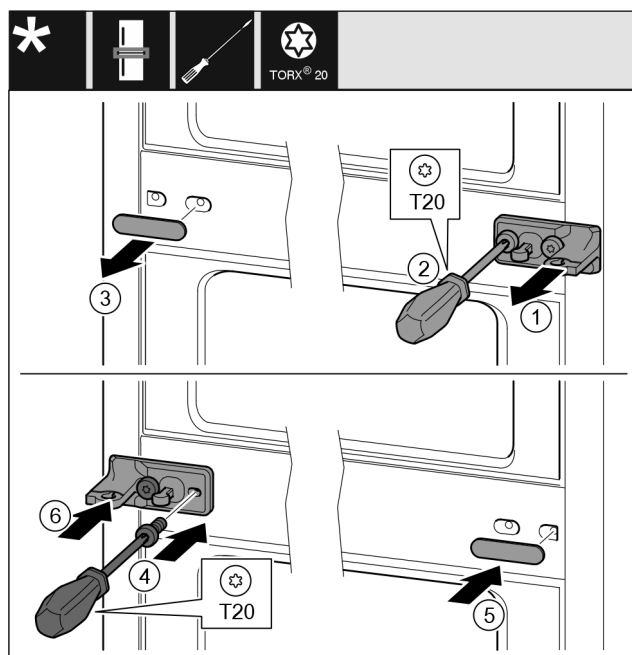

Fig. 33
- Schijf eraf trekken. Fig. 33 (1)
- Schroeven met schroevendraaier T20 eruit draaien. Fig. 33 (2)
- Afdekking voorzichtig eraf trekken. Fig. 33 (3)
- Lagerbus met folie 180° gedraaid op de andere kant vastschroeven. Fig. 33 (4)
- Afdekking 180° gedraaid op de andere kant aanbrengen. Fig. 33 (5)
- Schijf vanaf de voorkant erop schuiven. Fig. 33 (6)